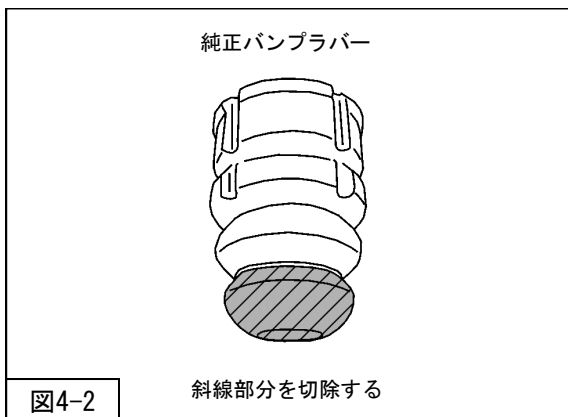

図4-2
2. リアショックアブソーバASSYから純正バンブラバーを取外し、図の位置で切除してください。（図4-2）